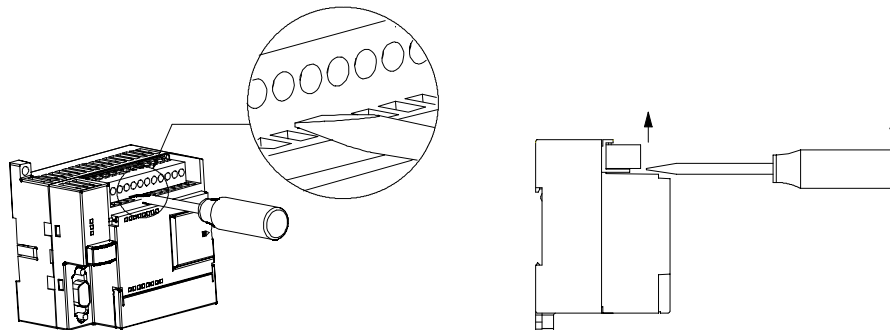

图3-2 删除连接器
3. 从S7-200外壳撬开螺丝起子，删除终端连接器。参见图3-2。